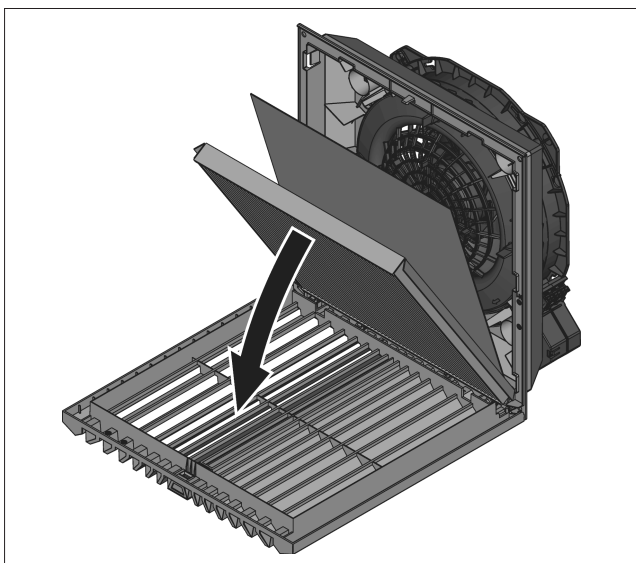

Bild 13: Inbyggnad av veckfilter IP55
- Gäller endast IP55: Lägg den absorberande fiberduken som medföljer veckfiltret för IP55 på det redan ilagda veckfiltret (se bild 13). Det spelar ingen roll i vilken riktning den absorberande fiberduken läggs.